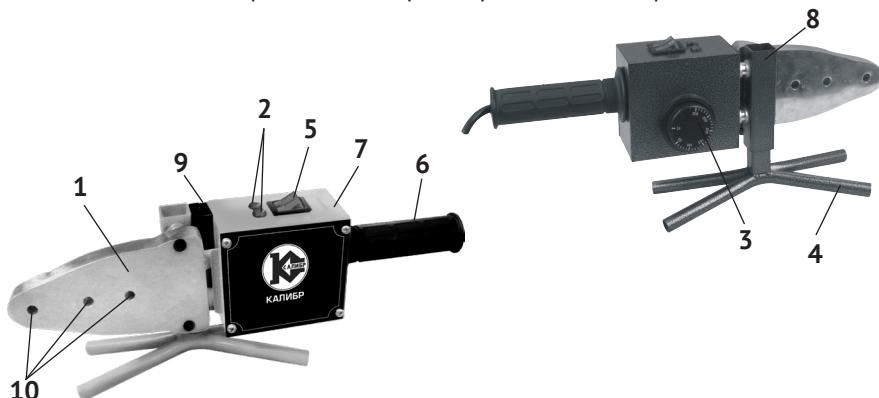

рис. 1
4.1 Общий вид сварочного аппарата представлен на рис. 1
4.2 В металлическом корпусе (рис.1 поз.7) расположены основные элементы аппарата (термостат, переключатель режимов и разводка проводов подключения нагревательного элемента и индикаторов режимов нагрева). Сверху на корпусе аппарата расположены клавиши (рис.1 поз.5) переключателя режимов нагрева и, соответствующие им индикаторы (рис.1 поз.2). Нажав одну клавишу, устанавливаем режим нагрева с мощностью 1000 Вт, при нажатии двух клавиш устанавливается режим нагрева с мощностью 2000 Вт. Включение ТЭНа (при подключённом к сети аппарате) и установка температуры осуществляется ручкой термостата (рис.1 поз.3). Термостат поддерживает (в интервале от 0 до 300 °C) выставленную температуру в автоматическом режиме. Между кронштейном (рис.1 поз.8) и корпусом устанавливаются текстолитовые прокладки (рис.1 поз.9), предохраняющие корпус от нагрева.
- 6.1 Из кейса извлеките подставку (рис.1 поз.4). Установите её на ровной и надёжной поверхности рабочего стола (верстака).
- 6.3 С обеих сторон нагревательного элемента (рис.1 поз.1) установите и через отверстия закрепите парные насадки, необходимые для предстоящей работы. Насадки должны быть чистыми.
- 7.1 Включите сварочный аппарат в сеть. Включите ручкой (рис.1 поз.3) термостат и установите необходимую (для конкретного материала) температуру сварки.
7.2 Для достижения рабочей температуры нагревательного элемента (рис.1 поз.1) и установленных насадок потребуется некоторое время. Выключатель (рис.1 поз.5) имеет 2 режима нагрева тэна: I - 1000 Вт, II - 2000 Вт. Индикаторные лампочки (рис.1 поз.2) указывает на нагрев в одном из режимов и готовности сварочного аппарата к работе. Будьте крайне осторожны.
Корректировку температуры производите терморегулятором - поворотом ручки (рис.1 поз.3) по (увеличение)/против (уменьшение) часовой стрелке(и).